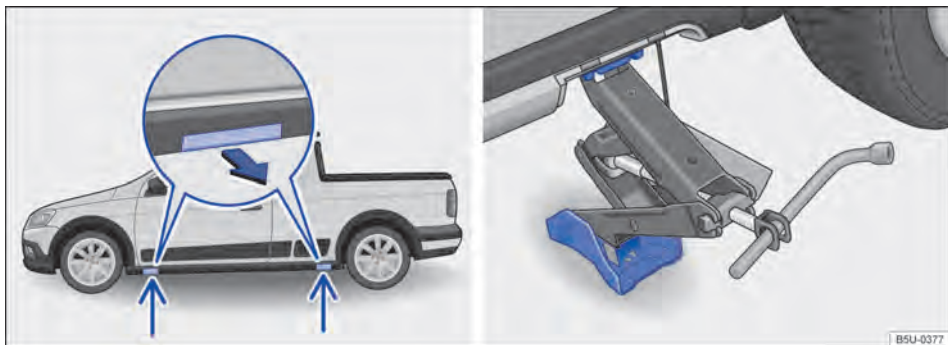

Fig. 220 Pontos de apoio do macaco e macaco posicionado no lado esquerdo traseiro do veículo - veículos com soleiras externas.
O macaco somente pode ser posicionado nos pontos de apoio indicados (cobertura removível) → Fig. 220. É válido o ponto de apoio localizado próximo à roda correspondente → ⚠️.
7. Desencaixar a cobertura de acesso ao ponto de apoio do macaco, no sentido da seta → Fig. 220.
9. Garantir que a base do macaco, com toda sua superfície, esteja sobre o chão e que a base se encontre perpendicularmente abaixo do ponto de colocação → Fig. 220.
10. Alinhar o macaco e, simultaneamente, levantar a garra do macaco até ela se encaixar na travessa debaixo do veículo → Fig. 220.
- Posicionar o macaco somente nos pontos indicados. A garra do macaco deve se encaixar no perfil da longarina de forma segura → Fig. 220.